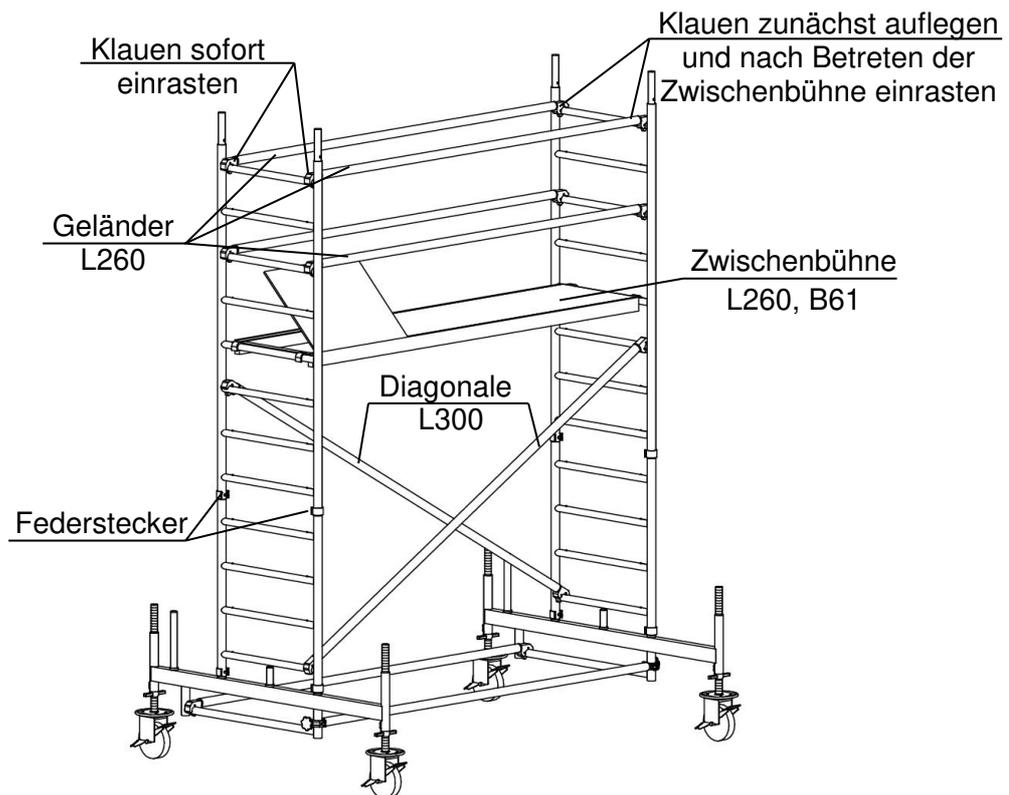

Bild 9: Seitenschutz der Zwischenbühne
- Die Zwischenbühne betreten und die abliegenden Klauen einrasten. (siehe hierzu Bild 9).
- Zum Seitenschutz der Zwischenbühne (Bild 10) siehe Beschreibung zu Bild 9.
- Eine Arbeitsbühne L260, B61 Alu-Sperrholzbelag mit Klappe als Zwischenbühne auf die jeweils 4. Sprossen der oberen Aufsetzleitern legen und die Abhebesicherung schließen. Zwei Geländer L260 einen Meter über der Zwischenbühne einbauen (siehe hierzu Bild 9).
- Zum Seitenschutz der Zwischenbühne (Bild 11) siehe Beschreibung zu Bild 9.
- Der Seitenschutz ist wie zu Bild 9 und 10 beschrieben einzubauen.